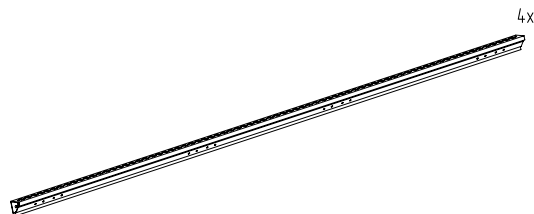

Рисунок 2 – Стойка
- проверить комплектность стойки (рисунок 2);